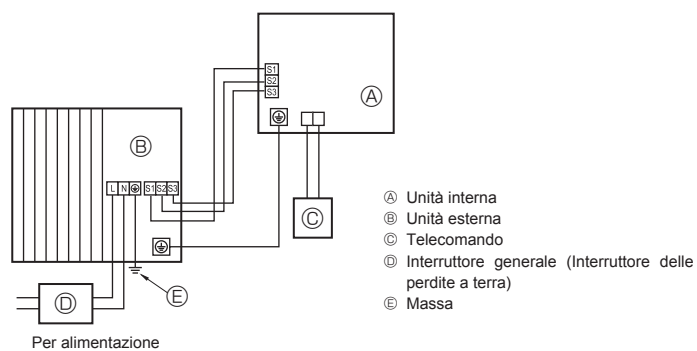
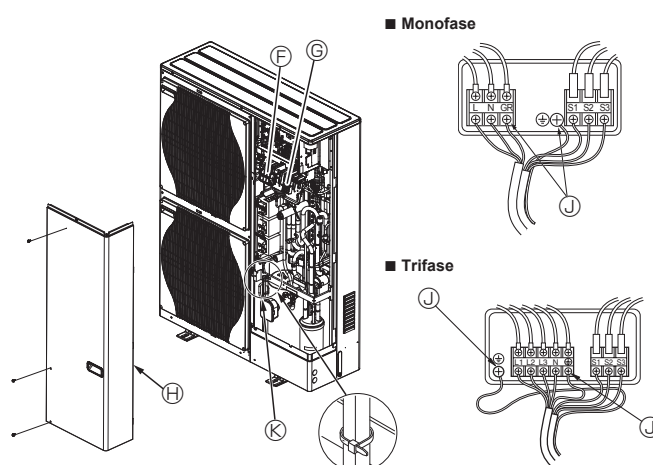

Fig. 5-1
Fig. 5-2
5.1. Unità esterna (Fig. 5-1, Fig. 5-2)
- ① Rimuovere il pannello di servizio.
- ② Posizionare i cavi secondo la Fig. 5-1 e la Fig. 5-2.